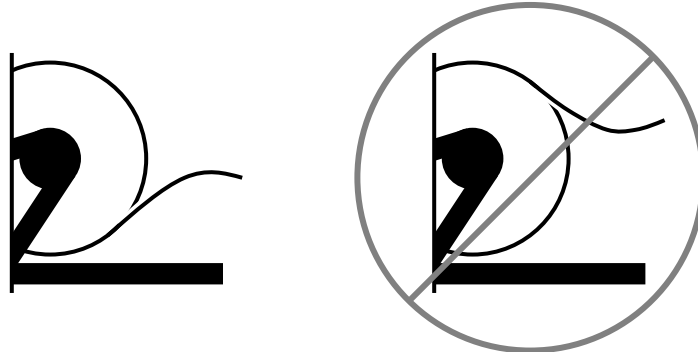

図 3 用紙の正しい向き（左）と間違った向き（右）
3. ロールの下側から紙が垂れている状態で、用紙ロールを開口部に挿入します（図 3 を参照）。